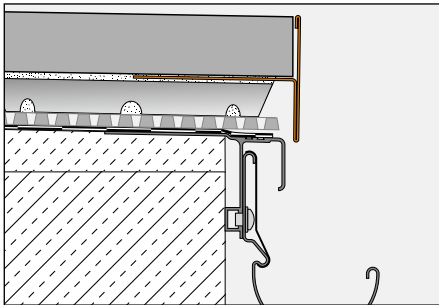

Fig. 3
- 3.3 Lors de l'utilisation des disques de coffrage Schlüter®-TROBA-STELZ-MR (fig. 3), le profilé Schlüter®-BARA-RT est posé sur les plots de mortier. Le profilé de rive masque le chant du revêtement